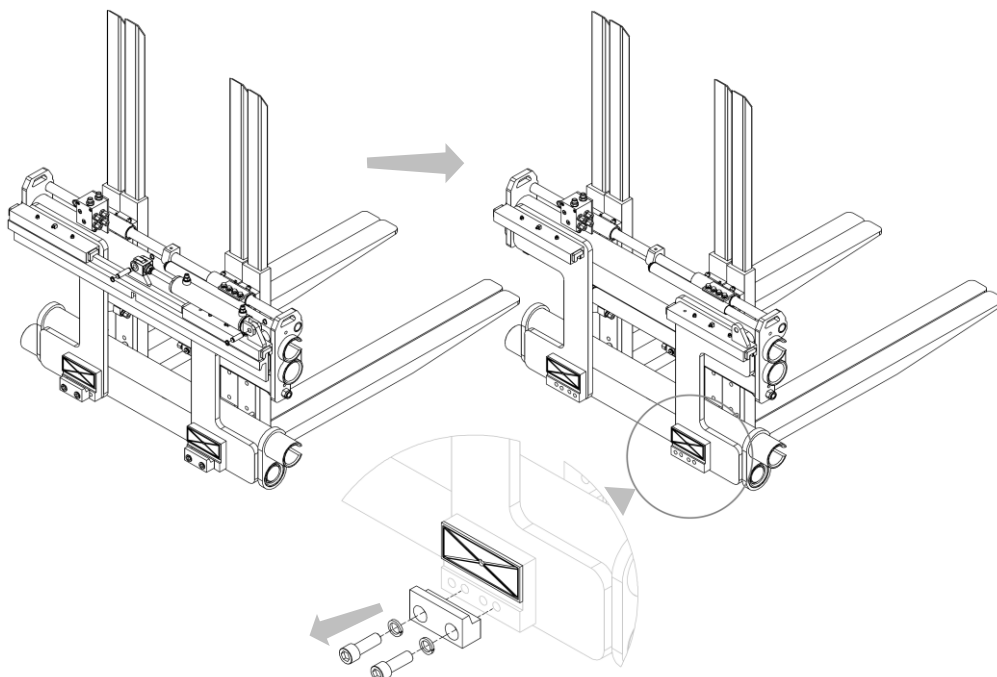

Figura 4
7. Rimuovere i ganci inferiori dall'attrezzatura e ingrassare i lardoni/rulli di scorrimento (vedi *Figura 4*).